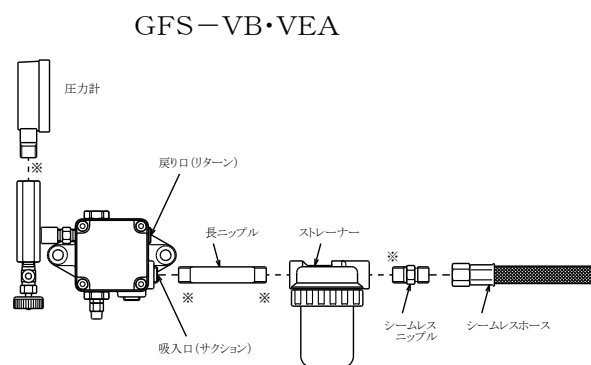
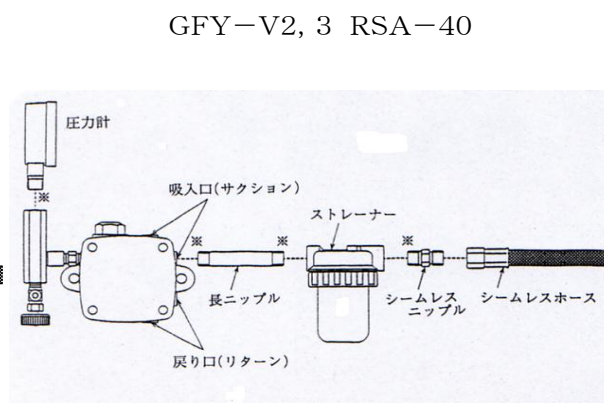

図 3
図 4
- 2) 圧力計、オイルストレーナーを現場組付け時は図3のように※印部にシールテープを巻いて油漏れの無いよう十分締め付けてください。
- 4) 図3または図4のようにストレーナーの油入口にシームレスニップルをつけてシームレスホースと接続してください。(ポンプの機種により接続口が違います)